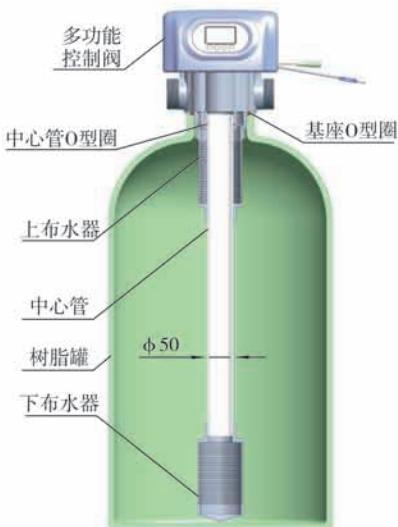

图1-1
- a、按图1-1所示，选取外径为50mm的中心管(以国标中心管为例)，把中心管与下布水器用胶封固。放入罐体底部，将超过罐口部分的中心管截断并外部倒圆。